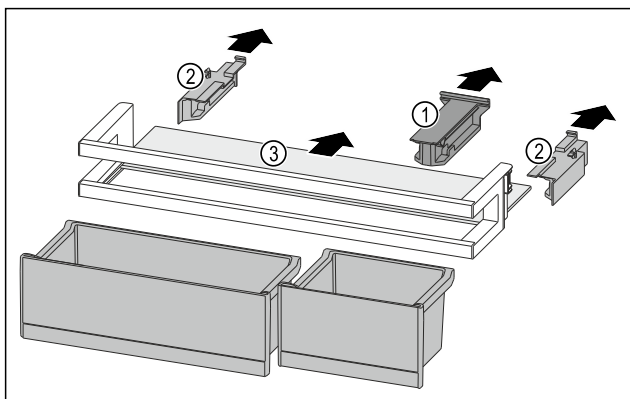

Fig. 269
- Hiqni pjesën mbajtëse Fig. 269 (1).
- Hiqni pjesët anësore Fig. 269 (2).
- Hiqni raftin mbajtës Fig. 269 (3).